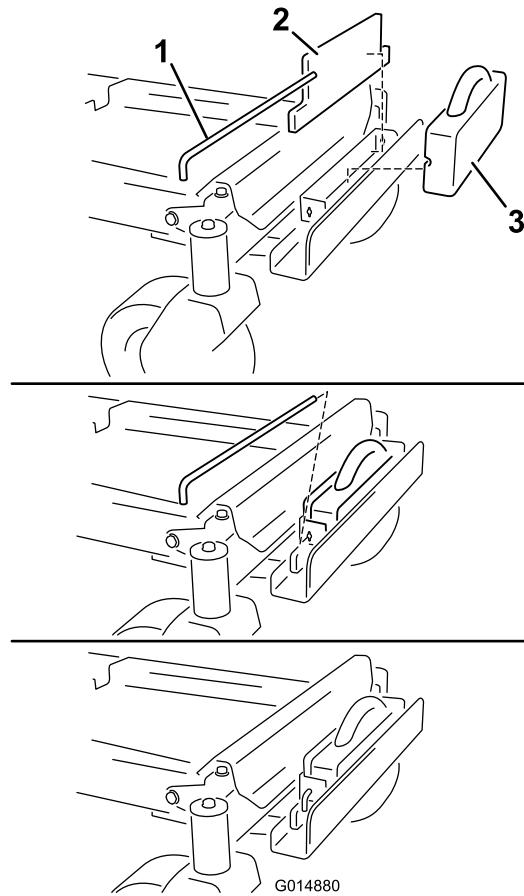

Figura 9
8. Instale un peso plano en el soporte de peso y muévalo hacia atrás contra el borde de la bandeja (Figura 9).
9. Instale un peso de maletín delante del peso plano (Figura 9).
10. Sujete los pesos al soporte de peso con una varilla de traba (Figura 9). Instale la varilla y gírela 90 grados hacia abajo para bloquearla en su sitio.